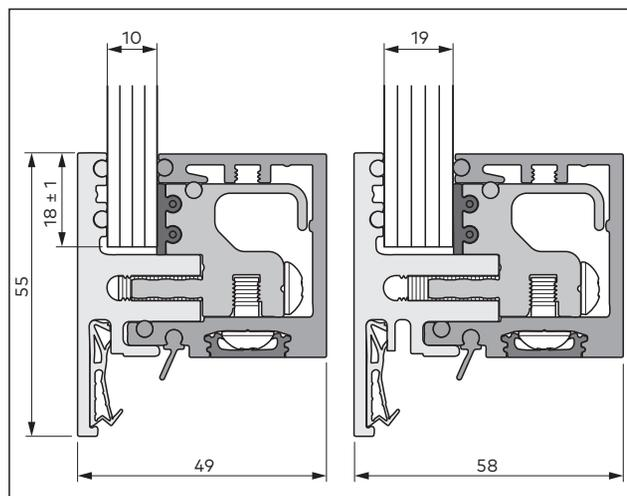

Abb. 11 Abmessungen der montierten Zarge bei verschieden-dicken Seitenteilen
- Glasüberstand in der Zarge 18 mm \pm 1 mm (Abb. 11)